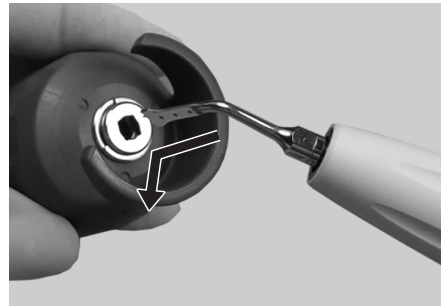

Fig. 16
- 2) Alinhe a forma quadrangular da ponta com o orifício da chave respectiva. Introduza a ponta no orifício (Fig. 16).